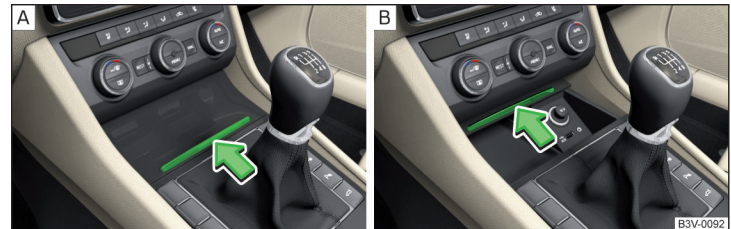

Abb. 83 Ablagefach: öffnen/schließen
- Zum **Öffnen** auf die Deckelkante in Pfeilrichtung drücken » Abb. 83 - **A**.
- Zum **Schließen** auf die Deckelkante in Pfeilrichtung drücken » Abb. 83 - **B**.